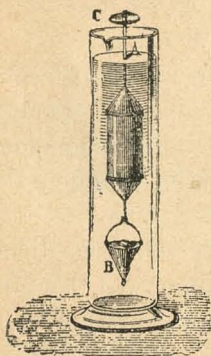

Fig. 33.—Aparato de Nicholson.
1.º Se coloca el cuerpo en el platillo  $C$  (fig. 33) con la tara necesaria para que el areómetro se sumerja hasta el punto de referencia marcado en  $A$ , en la varilla que sostiene el platillo. Se saca el cuerpo y se lo reemplaza por las pesas necesarias para restablecer el flote hasta  $A$ ; dichas pesas son el peso del cuerpo. 2.º Se sacan las pesas, se coloca el cuerpo en un platillo inferior  $B$  y se introduce de nuevo el aparato en el agua; las pesas que han de añadirse en  $C$  para restablecer el flote representan el peso del agua desplazada por el cuerpo. 3.º El cociente de esos dos números es la densidad.